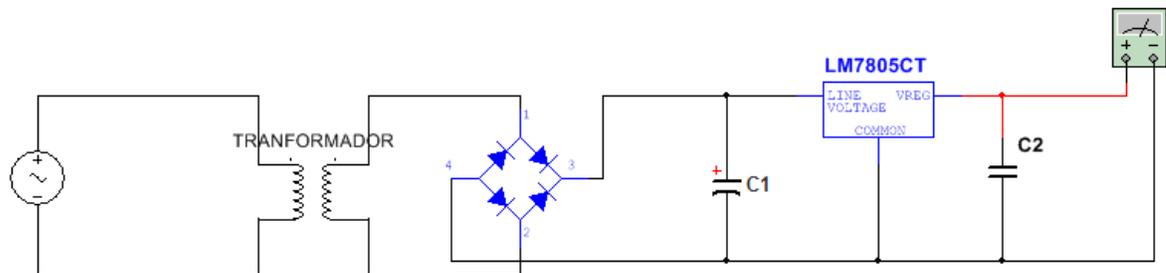

Figura 3.12. Circuito rectificador de onda completa con un regulador de voltaje.
1. Alambre el circuito (figura 3.12) con un capacitor de 2200 μ F a 50 V (C1), otro capacitor cerámico de 0.1 μ F (C2). Mida el voltaje en el capacitor C2 con el multímetro.